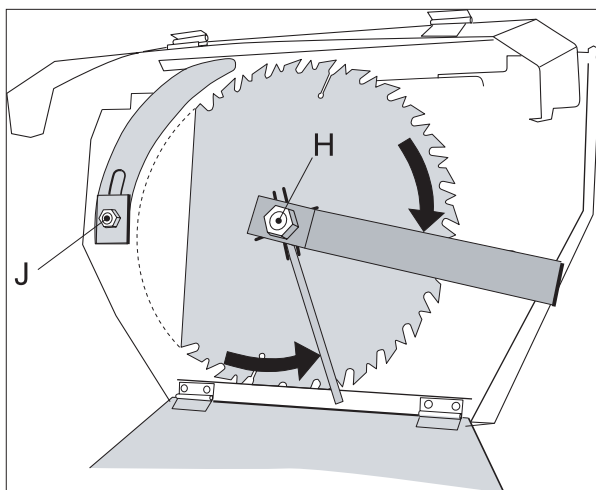

Fig. 18
- Sagbladdekselet åpnes ved hjelp av verktøy. Øvre beskyttelsesdeksel henges opp i lenken under sagbordet. Fjern sagbladet ved hjelp av medfølgende verktøy. Festemutteren **H** er venstregjenget og den løsnes ved å skru "med klokka". Sagbladet må holdes igjen med et annet verktøy. Påse at dekslet på bladboksen er lukket etter skifte av bladet. *Se fig. 18.*
- Spaltekniven må alltid være montert når sagen er i bruk. Justering av spaltekni-ven fremgår av *fig. 18 og 19.*